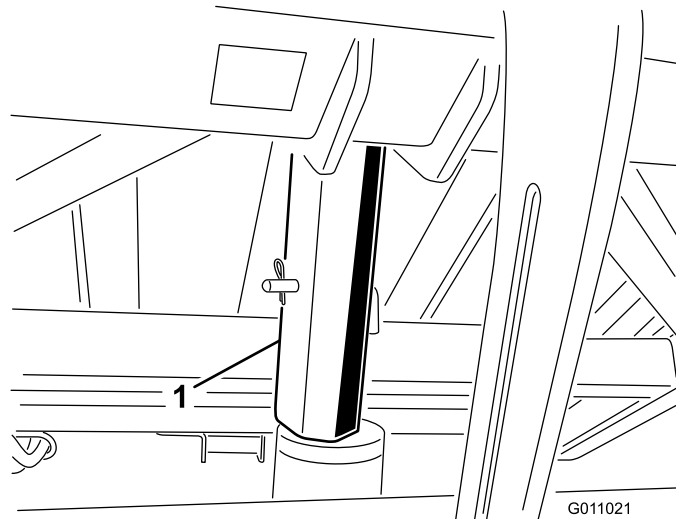

Bild 26
3. Setzen Sie die Sicherheitsstütze des Füllkastens auf die Zylinderstange auf, stellen Sie sicher, dass das Ende der Stütze an der Zylindertrommel und dem Zylinderstangenende anliegt (Bild 26).